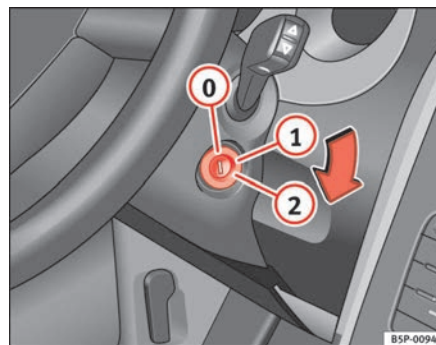

Fig. 135 Posizioni della chiave di accensione
In questa posizione ⇒ fig. 135 sia il motore che il quadro sono spenti e si può inserire il bloccasterzo.
- Girare la chiave fino alla posizione ⇒ pag. 168, fig. 135 ①. La spia  si accenderà nel caso di preincandescenza del motore.
- Quando la spia si spegne, mettere in moto girando la chiave nella posizione ②, senza dare gas.
- Girare la chiave fino alla posizione ⇒ pag. 168, fig. 135 ①.